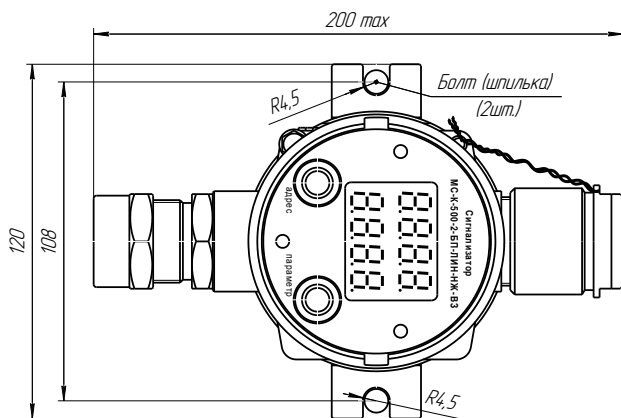

Рисунок 9
3.5.1 Крепление сигнализатора осуществляется к плоской поверхности при помощи двух болтов или резьбовых шпилек с гайками через кронштейн корпуса (рисунок 9).